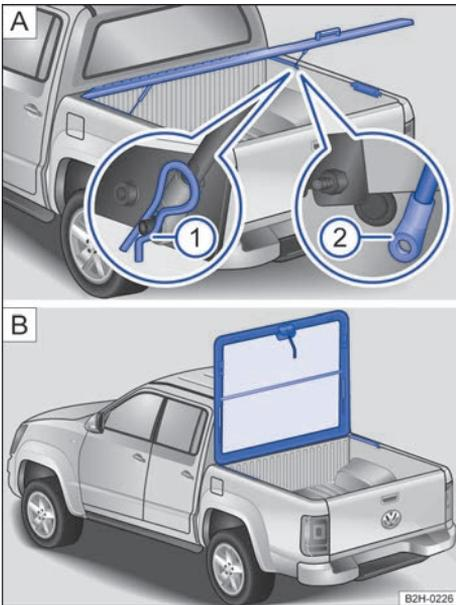

Fig. 25 Cubierta de aluminio de la superficie de carga: **A**: desmontar el muelle de gas presurizado y **B**: cubierta en posición vertical.
- Abra la cubierta de la superficie de carga → fig. 25.
- Coloque la cubierta en posición vertical con ayuda de otra persona → fig. 25 **B**.